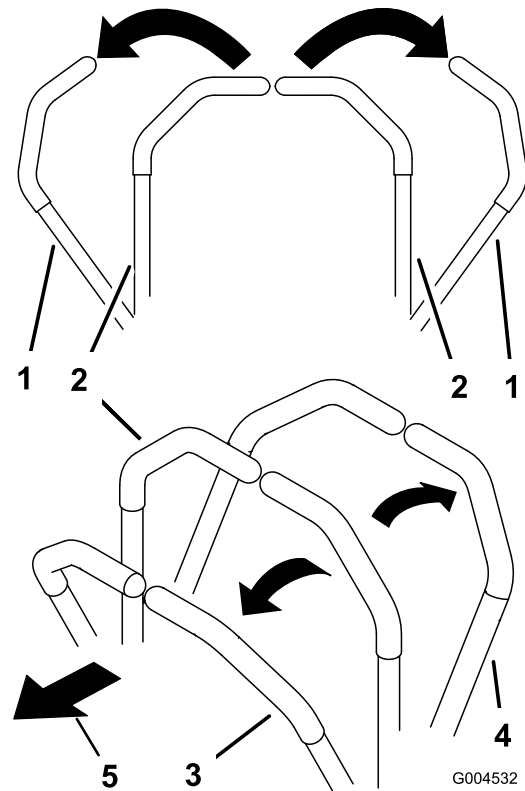
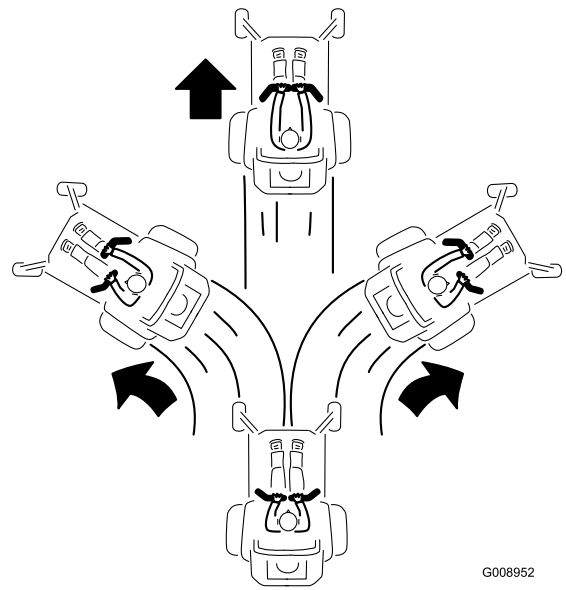

Figura 17
Figura 19
2. Para ir hacia adelante, empuje lentamente las palancas de control de movimiento hacia adelante (Figura 17 y Figura 19).
Para ir recto, aplique la misma presión a ambas palancas de control de movimiento (Figura 17).
Para girar, deje de empujar la palanca de control de movimiento del lado al que desea girar (Figura 17).